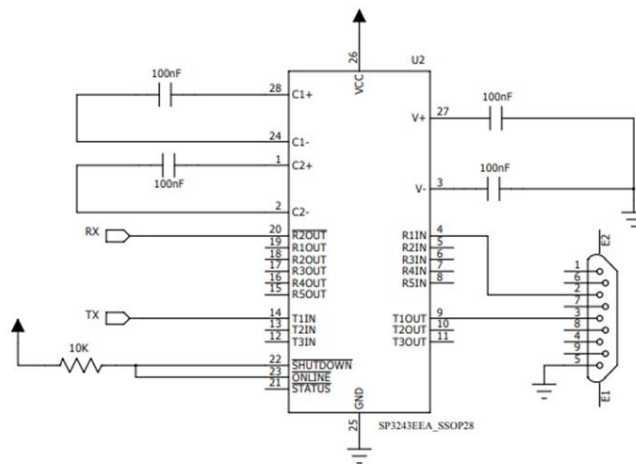

图 6-1 F8L10A 与 PC RS232 连接的参考电路
1. PC 机作为上位机：F8L10A 与PC 通过RS232串口相连，需要使用电平转换芯片进行电平转换（如SP3243），如图6-1所示。